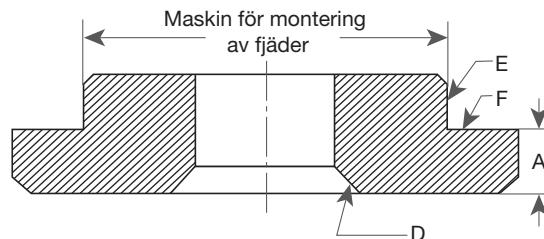

Bild 46: Nedre fjäderbricka F-, G- och H-ventiler
1. Fäst matarröret (40) i basen (1) genom att expandera eller pressa in det i det avsedda hålet. Den övre änden av utmatningsröret ska sticka ut över basens guideyta med ca 0,125" (3,18 mm) och den nedre änden ska riktas direkt och vinkelrätt mot ventilutloppet. När ventilen är monterad måste hålet i styrflänsens ytterkant passa löst runt utskjutet på utmatningsröret.
2. Endast för öppningsventilerna F, G och H: montera den nya nedre fjäderbrickan (17) (se bild 46 och tabell 23).
Anmärkning: Vid indikering på ytorna D och E (se bild 46) får utslaget på ytan F inte överstiga 0,127 mm (0,005") fullt indikatorvärde.
Anmärkning: Vid indikering på ytorna D och E (se bild 46) får utslaget på ytan F inte överstiga 0,13 mm (0,005") fullt indikatorvärde.